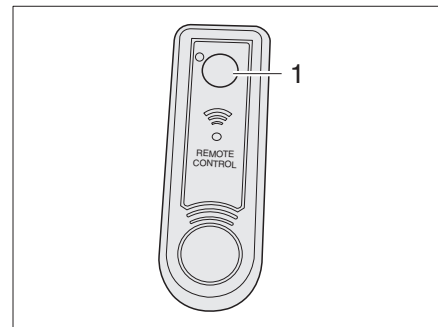

Bild 110 Fernbedienung Leuchte im Aufstelldach
- Knopf (Bild 110,1) drücken, um die Leuchte ein- bzw. auszuschalten.